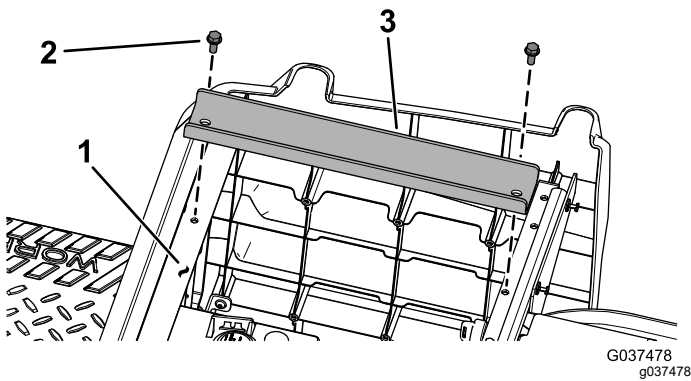

Bild 7
- 3. Befestigen Sie die beiden Ladepritschen-Stützhalterungen mit vier Blechschrauben (5/16" x 3/4") an den Sitzstützen, wie in **Bild 7** dargestellt.